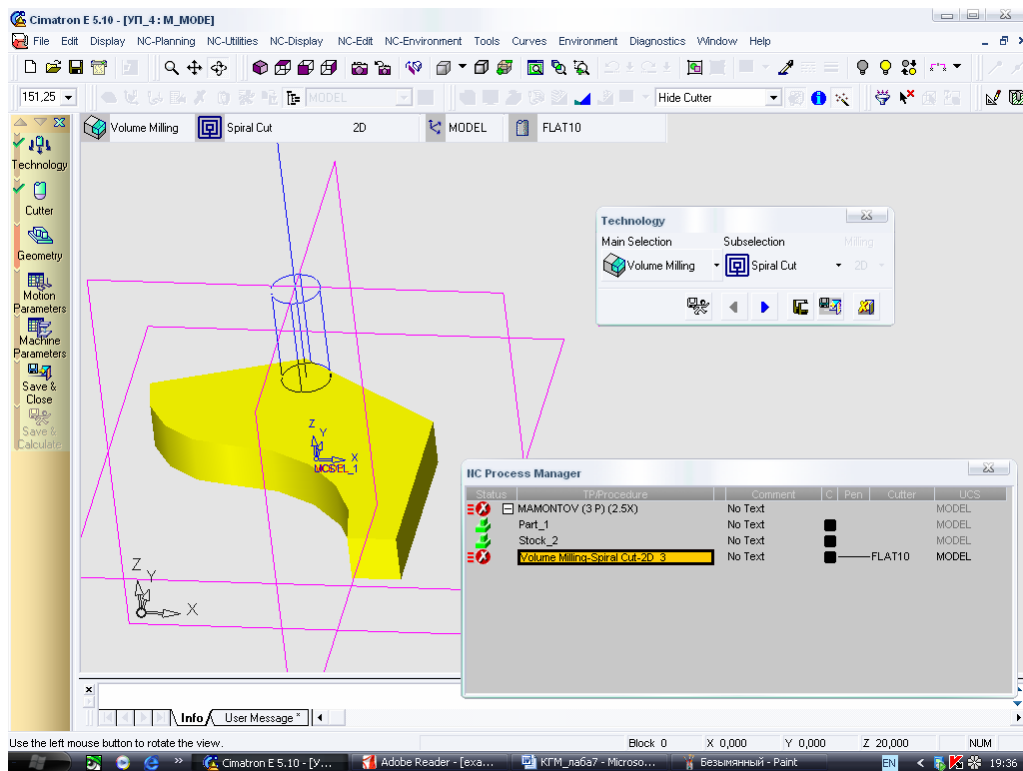
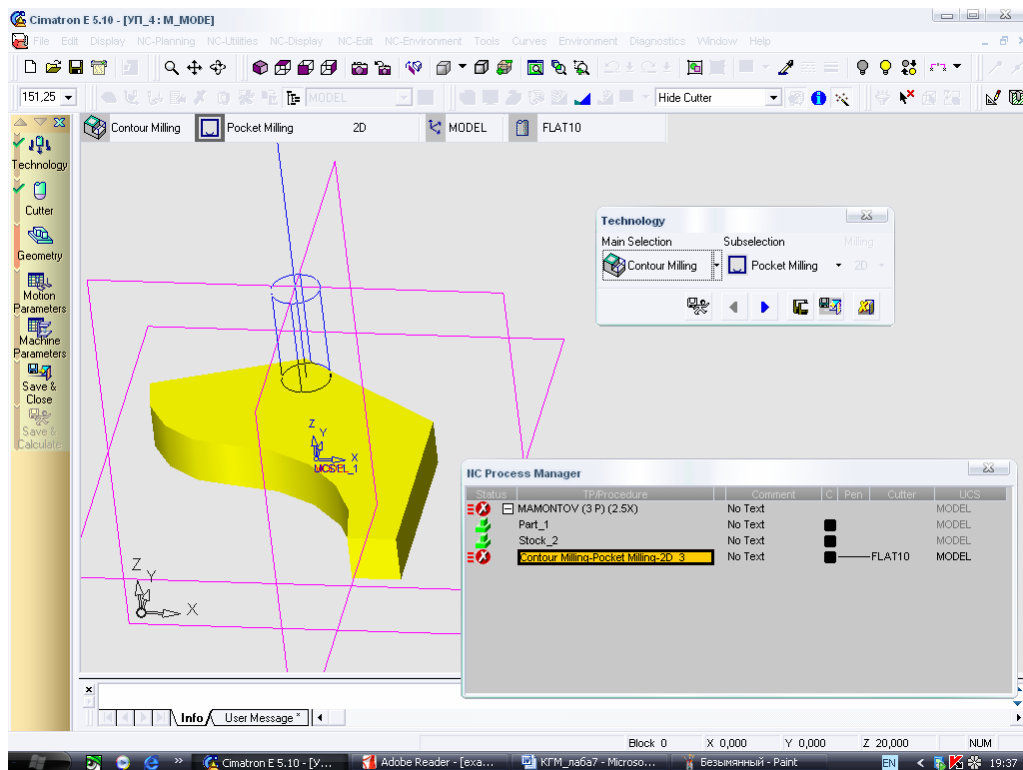
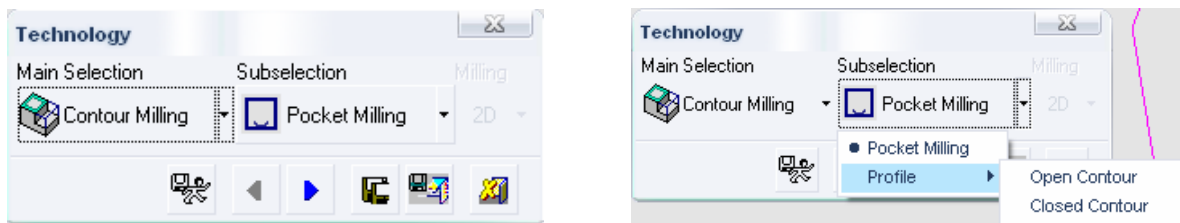

Рисунок 18 - Выбор одного из вариантов технологии обработки – объемного фрезерования
Рисунок 19 - Выбор одного из вариантов технологии обработки – контурного фрезерования
Рисунок 20 - Выбранная технология обработки
8. **Создание процедуры.** Нажимаем кнопку Create Procedure (Создать процедуру) панели проводника обработки. Панель проводника обработки заменяется панелью Procedure Guide (Проводник процедур), на которой в свою очередь представлены различные кнопки (рисунок 18).
8.1. **Выбор технологии обработки.** Нажимаем кнопку Technology (Технология) панели проводника процедур. Открывается диалоговое окно Technology, в котором указывается тип обработки: сверление, объемное (рисунок 18) или контурное (рисунок 19) фрезерование, а также фрезерование по спирали или по замкнутому/незамкнутому контуру при выборе контурного фрезерования. Указываем контурное фрезерование по спирали (рисунок 20).